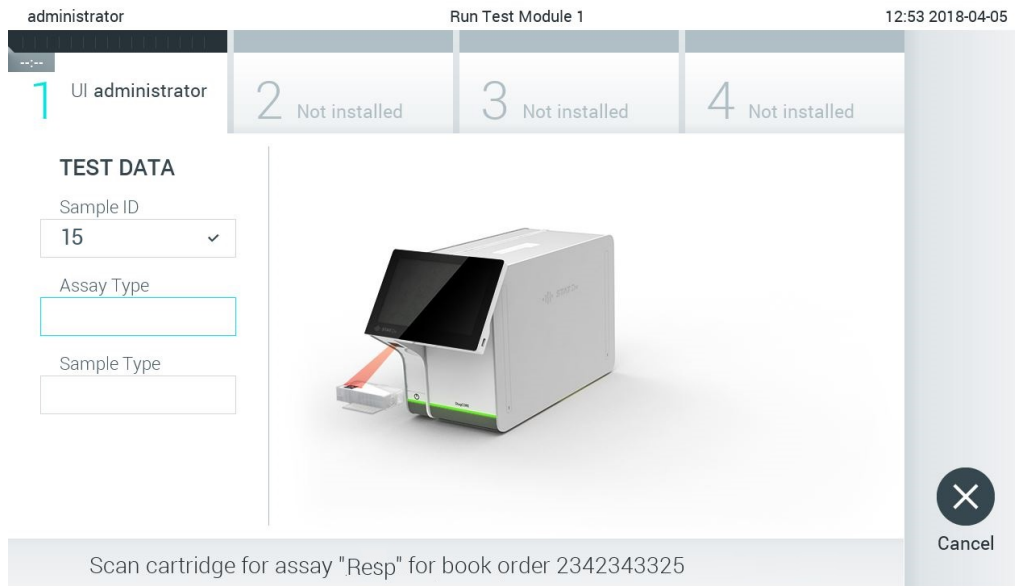

Bild 84. Skanna streckkod för QIAstat-Dx-analyskassetten.
4. När testbeställningen har hämtats från värden visas Scan cartridge for assay <assay_name> and book order <order_number> (Sök efter analys på kassetten <analysnamn> och beställning <beställningsnummer>). Skanna streckkoden för den specifika QIAstat-Dx-analyskassetten (bild 84).